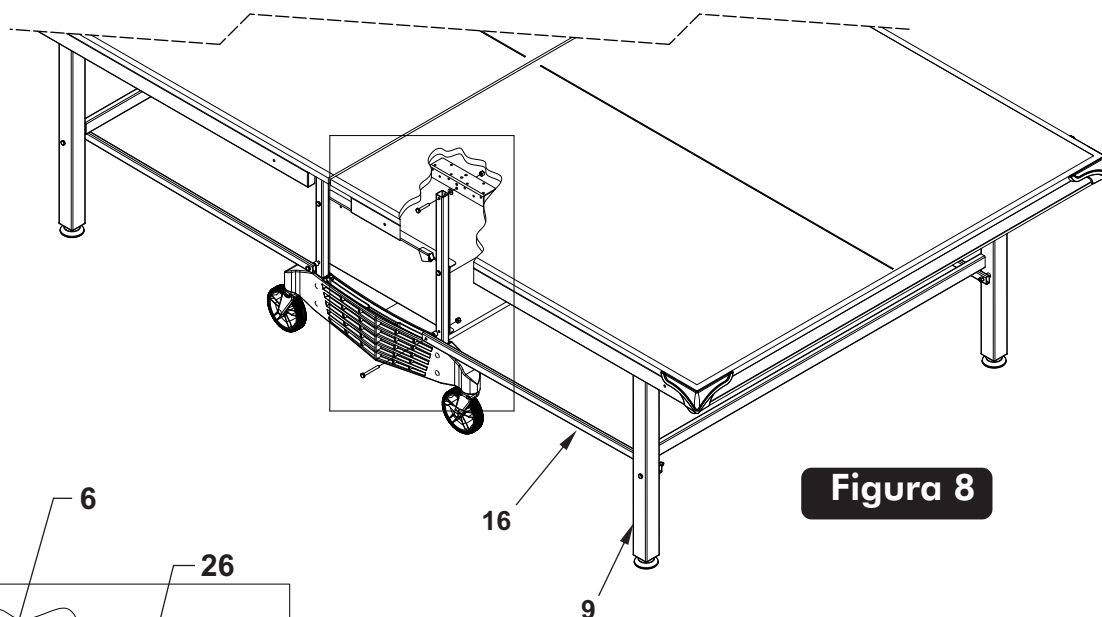

Figura 8
Asegúrese de que la pata ensamblada #9 en la segunda mitad de la mesa esté abierta y los tubos conectores #16 estén apuntando hacia el centro de la mesa. Vea la Figura 8. Con una persona adulta a cada lado de la mesa, levante y ponga la mitad de la mesa en el piso.
Mientras sostiene la mitad de la mesa hacia arriba, deslice esta mitad hacia la base ensamblada hasta que el orificio del tubo vertical #15 esté alineado con los orificios inferiores del centro del soporte de montaje (escuadra) #6 en la parte inferior de la mitad de la mesa. Vea la Figura 8 y Detalle A. Coloque los tubos verticales #15 a los Soportes de montaje (escuadra) #6 con los tornillos hexagonales #22, las Rondana #27 y las Tuerca de Seguridad #26 que colocó en el (piso) en el paso 13.
17. Quite los tornillos #21 de la parte inferior de los orificios inferiores que unen las Placas a los Tubos Verticales. Coloque el extremo del Tubo conector #16 hacia el exterior del Tubo Vertical #15 con los tornillos #21 (que acaba de quitar), el separador #20 y la Tuerca de Seguridad #26. Nota el Separador #20 va entre el tubo conector #16 y el tubo vertical #15. Vea la Figura 8 y el Detalle A. Regrese sobre lo ensamblado y apriete todas las tuercas ajustándolas, pero no las sobre apriete. Ya que las uniones deben girar.